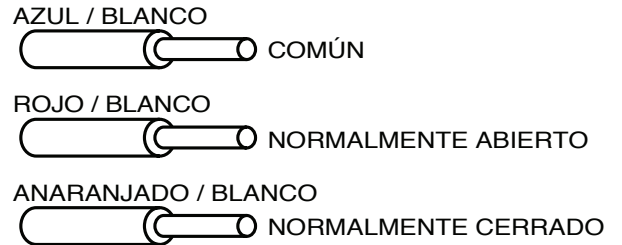

Figura 5. Códigos de color de cable para relevador con contactos Tipo C
8. Las configuraciones *Estándar* y *Estándar con conteo de eventos de sobretensión* del BSPD tienen un relevador con contactos Tipo C para monitoreo a distancia. Los contactos Tipo C tienen clasificación de 150 V_{AC} / 125 V_{DC}, 1 A, máximo. Realice las conexiones para monitoreo a distancia según los códigos de color de cable para relevador con contactos Tipo C en la figura 5. Al realizar estas conexiones, cumpla con los códigos eléctricos nacionales, estatales y locales aplicables y las normas de las agencias certificadoras.